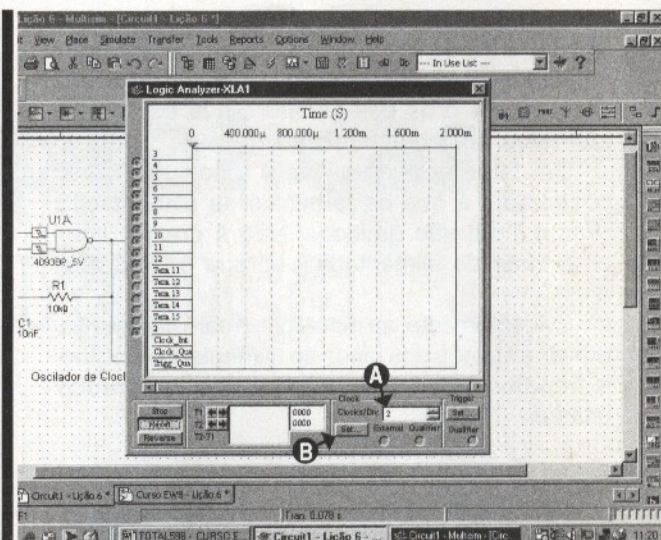
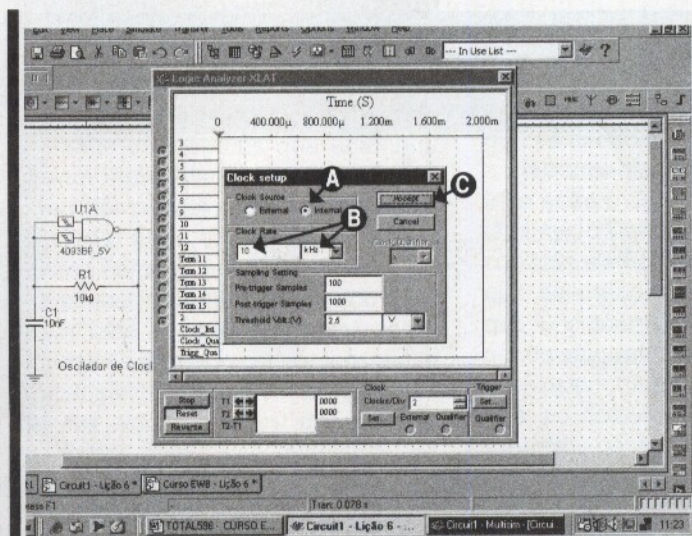

Figura 8 - Painel do analisador lógico
Figura 9 - Segundo painel de ajustes
Clicando sobre o painel desse instrumento, teremos acesso aos seus diversos controles. Para maior facilidade na observação dos sinais, usamos o controle "reverse" para obter uma imagem em fundo branco. Na condição normal, temos a imagem em fundo preto. O painel detalhado do analisador lógico é exibido na **figura 8**.
Abrindo o painel do analisador (basta clicar sobre o instrumento na área de trabalho) teremos acesso aos diversos controles, que devem ser ajustados para permitir a visualização dos sinais. Na **figura 8** já mostramos esse painel, com dois pontos que devem ser ajustados. O primeiro, indicado em (A), consiste em se selecionar 2 *clocks*/divisão para observação do sinal. O segundo é para abrir o segundo painel de ajustes, clicando em *set* (B), como podemos visualizar na **figura 9**.